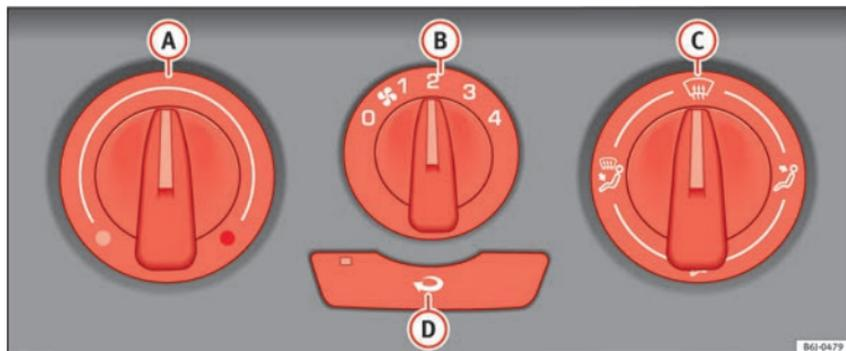

Abb. 125 Bedienelemente der Heizung in der Instrumententafel.
- Mit den Reglern **A** und **C** und dem Schalter **B** » Abb. 125 stellen Sie die Temperatur, die Luftverteilung und die Gebläsestufen ein.